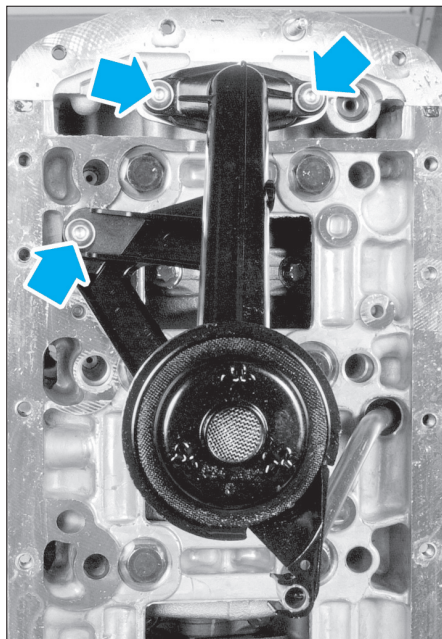

Fig. 15
- les vis de fixation de la crépine (Fig.15).